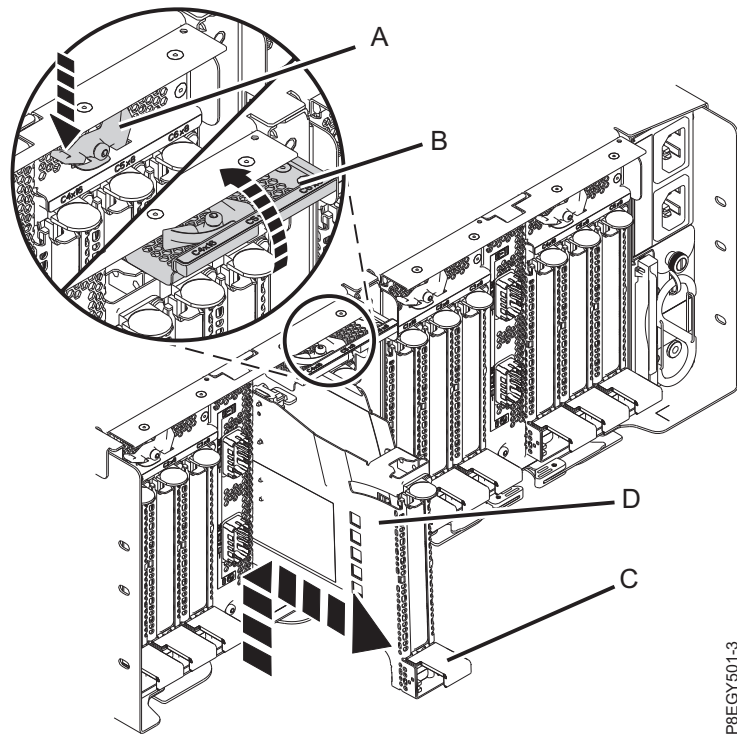

Abbildung 63. PCIe-Adapterkassette aus dem Einschub für PCIe3-Erweiterungen ausbauen
3. Drücken Sie den Verriegelungshebel **(A)** am Zielsteckplatz (siehe Abb. 63 auf Seite 61). Dadurch wird die Verriegelungsklappe nach oben in die geöffnete Position geschwenkt. Siehe **(B)** in Abb. 63 auf Seite 61.
4. Heben Sie den Kassettengriff (C) an und ziehen Sie die Kassette (D) aus ihrem Steckplatz (siehe Abb. 63).